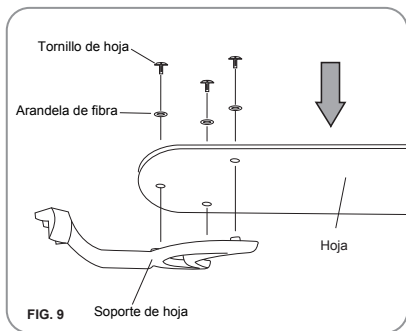

FIG. 9
Paso 1. Fije las hojas de ventilador en el soporte de hoja por utilizando los tornillos de hoja y las arandelas de fibra. Apriete los tornillos firmemente. (Fig.9)